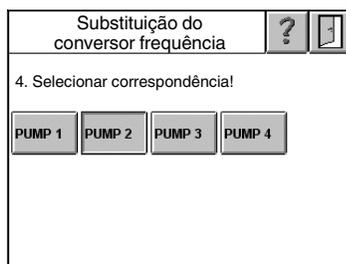

Fig. 7-10
4. Selecionar correspondência. Premir , para ir para a fig. 7-10.